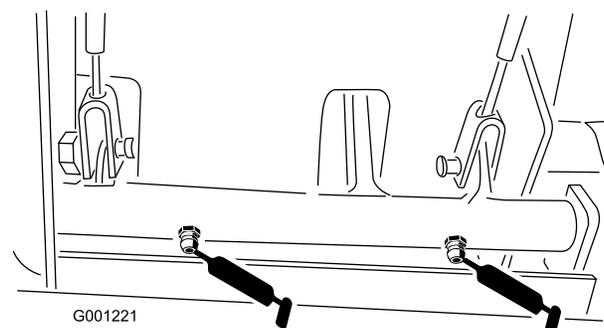

Figura 39
- boccole girevoli del freno (Figura 39)
- cavi dei freni (lato ruota motrice e pedale del freno) (Figura 39)